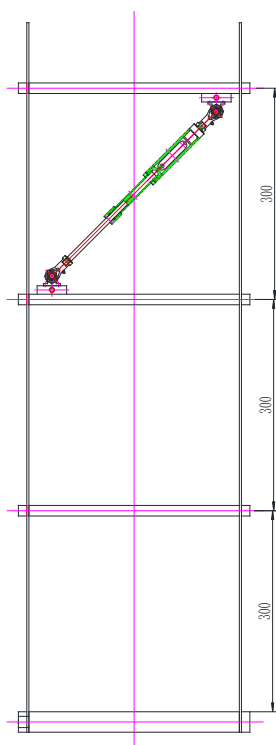

图 1 安装示意图
按照图 1,利用 2mm 厚立柱、安装底座、横梁组装一个双立柱三层模型。安装层间阻尼器。
1. 仪器安装。参照图 1 安装示意图安装好实验模型。固定激光位移传感器，并将传感器接入动态数据采集仪。